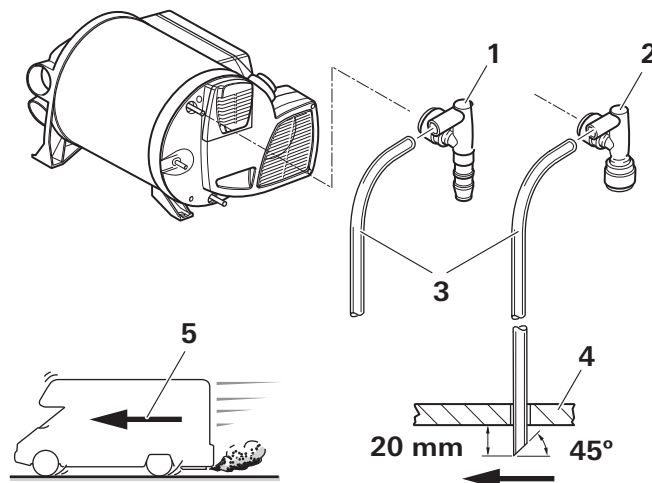

Figura 35
- Far passare il tubo flessibile di aerazione in un foro nel pianale del veicolo e tagliare circa 20 mm al di sotto del pianale con un'inclinazione di 45° rispetto alla direzione di marcia (Figura 35).
- ▶ Sigillare la fessura tra il tubo flessibile e il foro dal basso con sigillante plastico per carrozzeria (Figura 35).